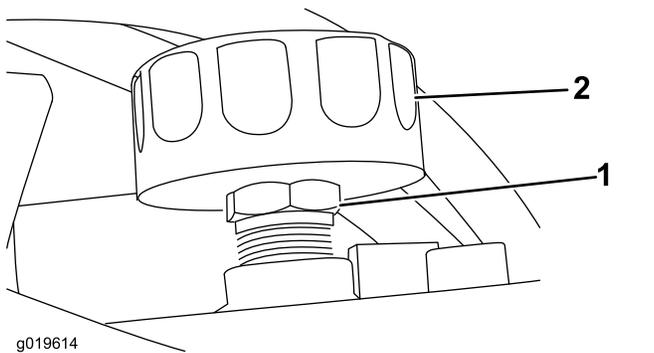

Figure 31
5. Si le niveau est trop bas, retirez le bouchon de remplissage/reniflard du sommet du réservoir hydraulique (Figure 31), et faites l'appoint de liquide hydraulique spécifié pour arriver au niveau correct.
6. Reposez le bouchon de remplissage/reniflard. Essuyez le liquide hydraulique éventuellement répandu (Figure 31).